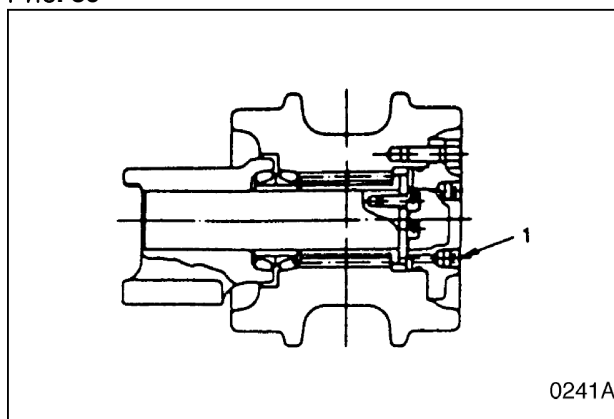

Рис. 40
1. Выньте пробку (1, рис. 40) из крышки и слейте масло.